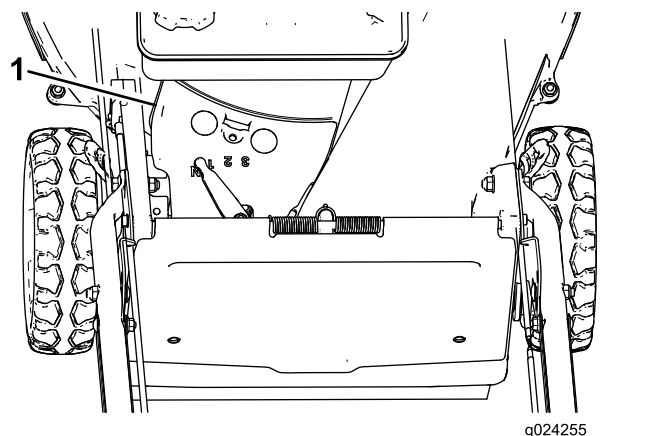

Figura 27
3. Retire la cubierta de la correa (Figura 27) de la carcasa de corte.